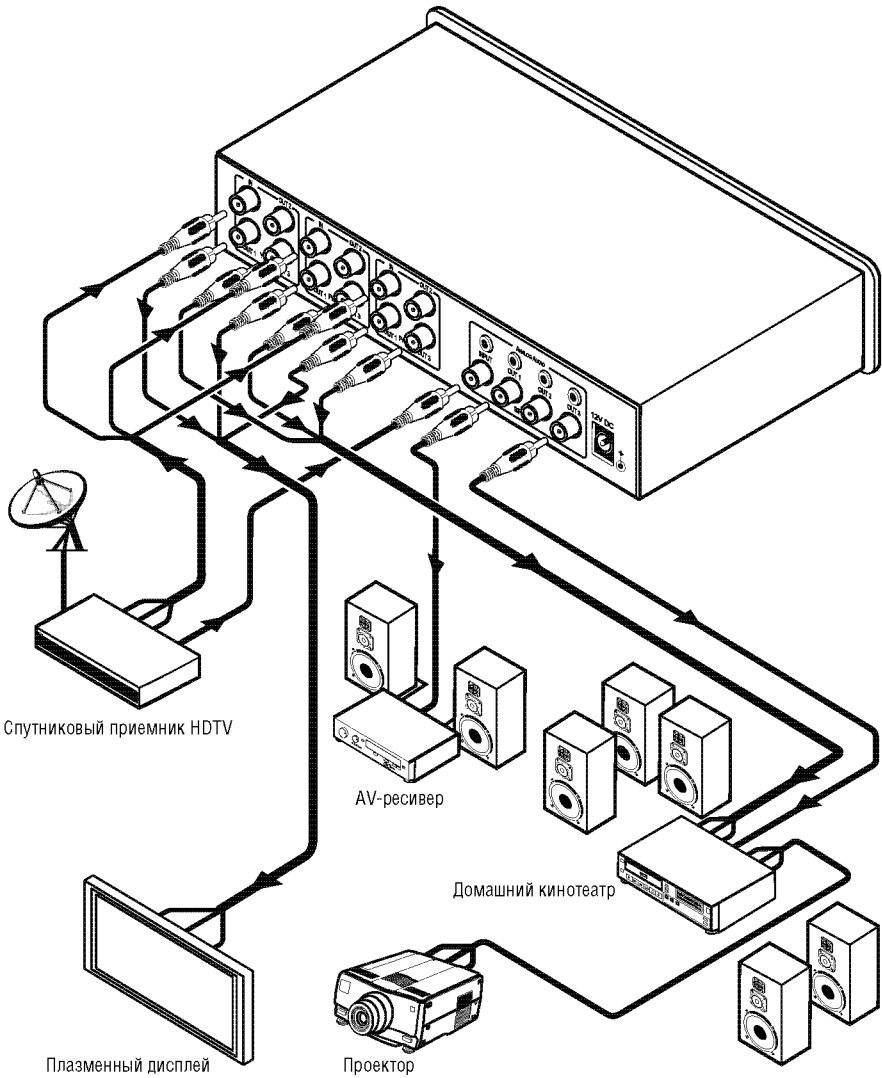

Рис. 2. Подключение к VM-30CA источников и приемников сигнала
Подключение к **VM-30CA** источников и приемников сигнала иллюстрирует рис. 2:
4. Подключите выход источника питания к разъему питания 12V DC, а источник питания вставьте в розетку электросети (не показано на рис. 2).
1 Вместо цифрового можно использовать выход аналогового аудиосигнала (это подключение не показано на рис. 2).